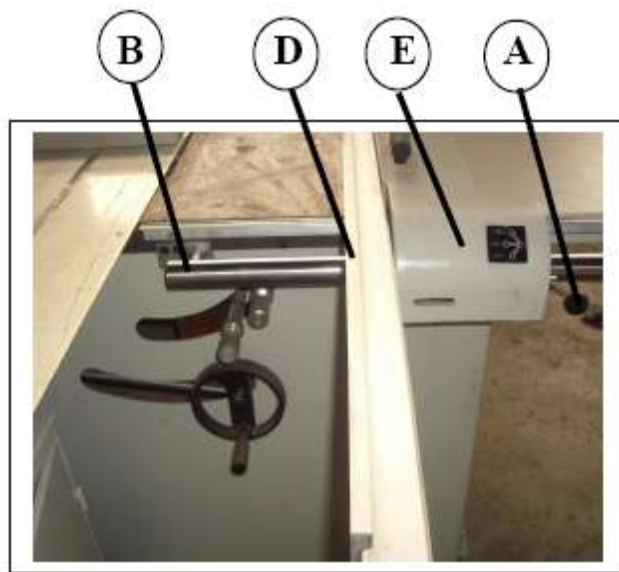
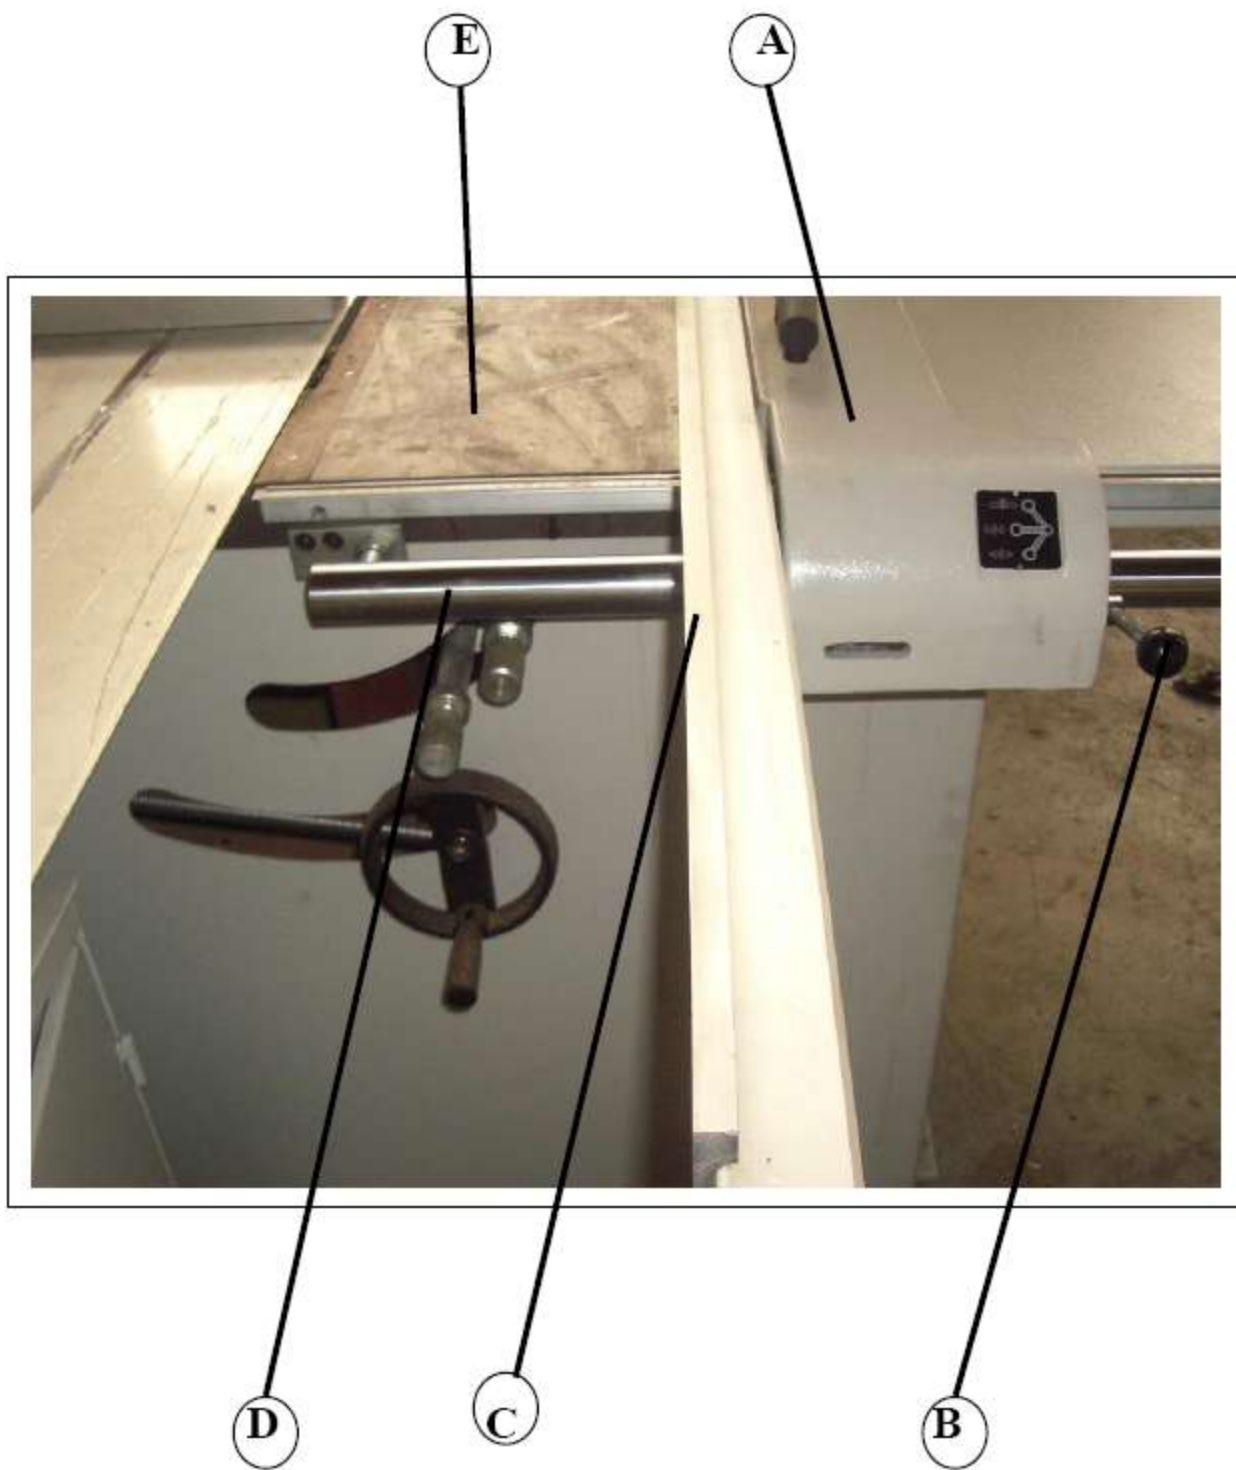

Рис. 2.12
Рис. 2.13
- 2) Разблокируйте параллельную опору А (рис. 2.13) с помощью ручки В (рис. 2.13) и переместите, чтобы считать значение (т.е. 200 мм) между краем С (рис. 2.13), повернутым к пиле, и миллиметровой линейкой D (рис. 2.12).
- 3) Измерьте расстояние Е (рис. 2.13) между дисковой пилой и параллельной опорой.
- 4) Ослабьте рукоятку F (рис. 2.18) и переместите миллиметровую линейку D (рис. 2.12), чтобы считать то же значение, которое Вы перед этим измерили на конце С (рис. 2.13) опоры.
- Поднимите рукоятку А (рис. 2.12) ←|→ для разблокировки опоры.
- Установите опору настолько близко к желаемому положению, насколько это возможно (считайте значение на миллиметровой линейке В (рис. 2.12)). Для микрометрической регулировки поднимите рукоятку А (рис. 2.12) к ←|→, затем поверните рукоятку.
- После достижения нужного значения снова зафиксируйте опору, опустив рукоятку А (рис. 2.12) к линейке D (рис. 2.12). ←|→ может перемещаться в продольном направлении после разблокировки рукояток Е (рис.2.12). После каждой регулировки затягивайте рукоятки.
- 1) Ослабьте рукоятку A (рис. 2.12).